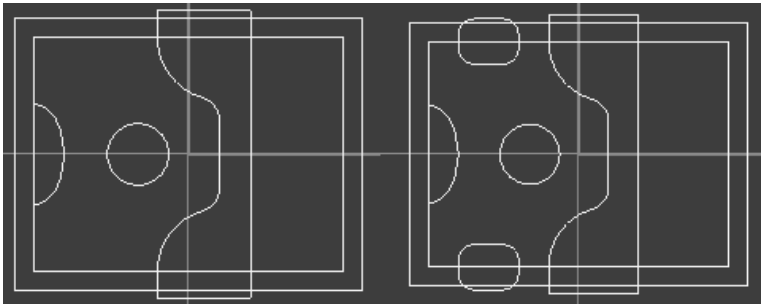

图 3-3 步骤 5) 和 6) 示意图
- 5) 作圆弧 R16 两处，分别倒圆角 R6 两处，打断并修剪多余的圆弧和直线，将端点连接起来，如图 3-3 左图所示。
- 6) 作 16mm×12mm 矩形，在选项里设定圆角半径 R4，抓点方式选择 X-24 Y30、X-24 Y-30，作出带有 R4 圆角的矩形，如图 3-3 右图所示。